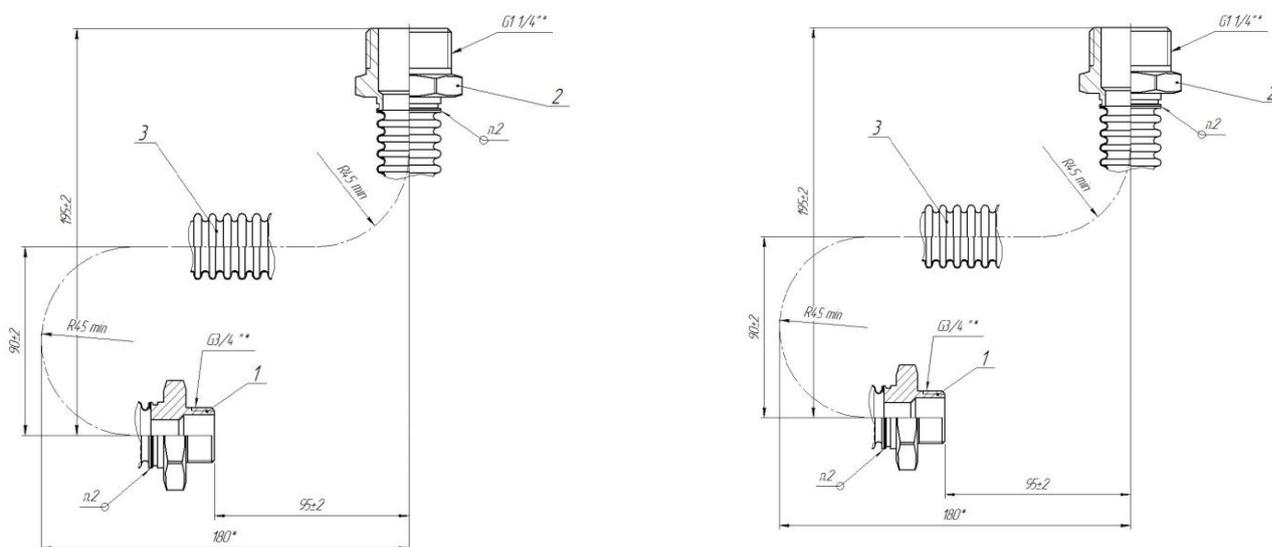

Рисунок 2
4.3 Пример комплектности для межосевого расстояния 250 мм для исполнения 2 (рисунок 2).